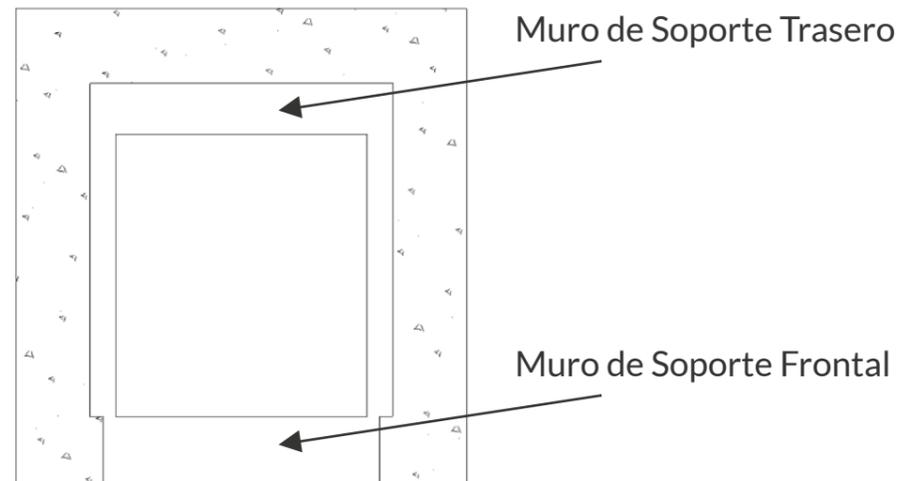

Figura 2 (vista superior)
2. La Estructura Trasera debe ser el primer elemento a instalar. Para su instalación, el asador debe tener un muro trasero con 10cm de espesor, nivelado con el muro frontal de albañilería, que servirá de soporte, según la Figura 2.